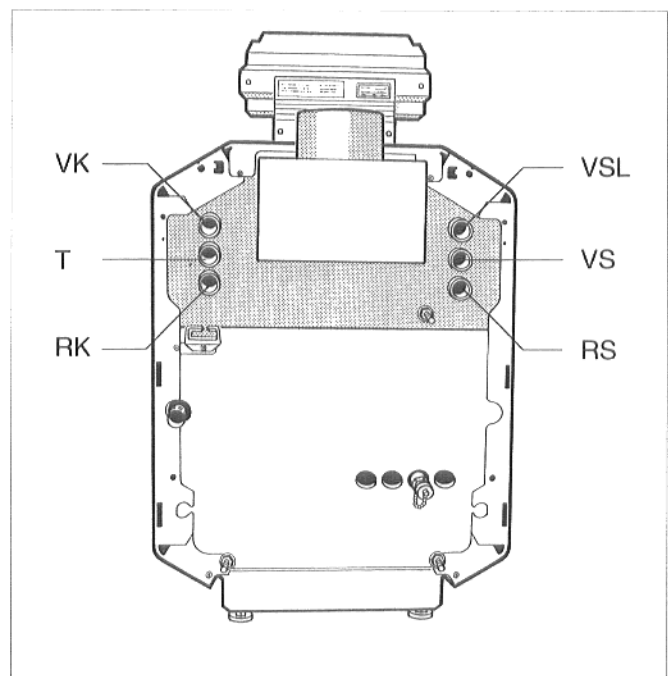
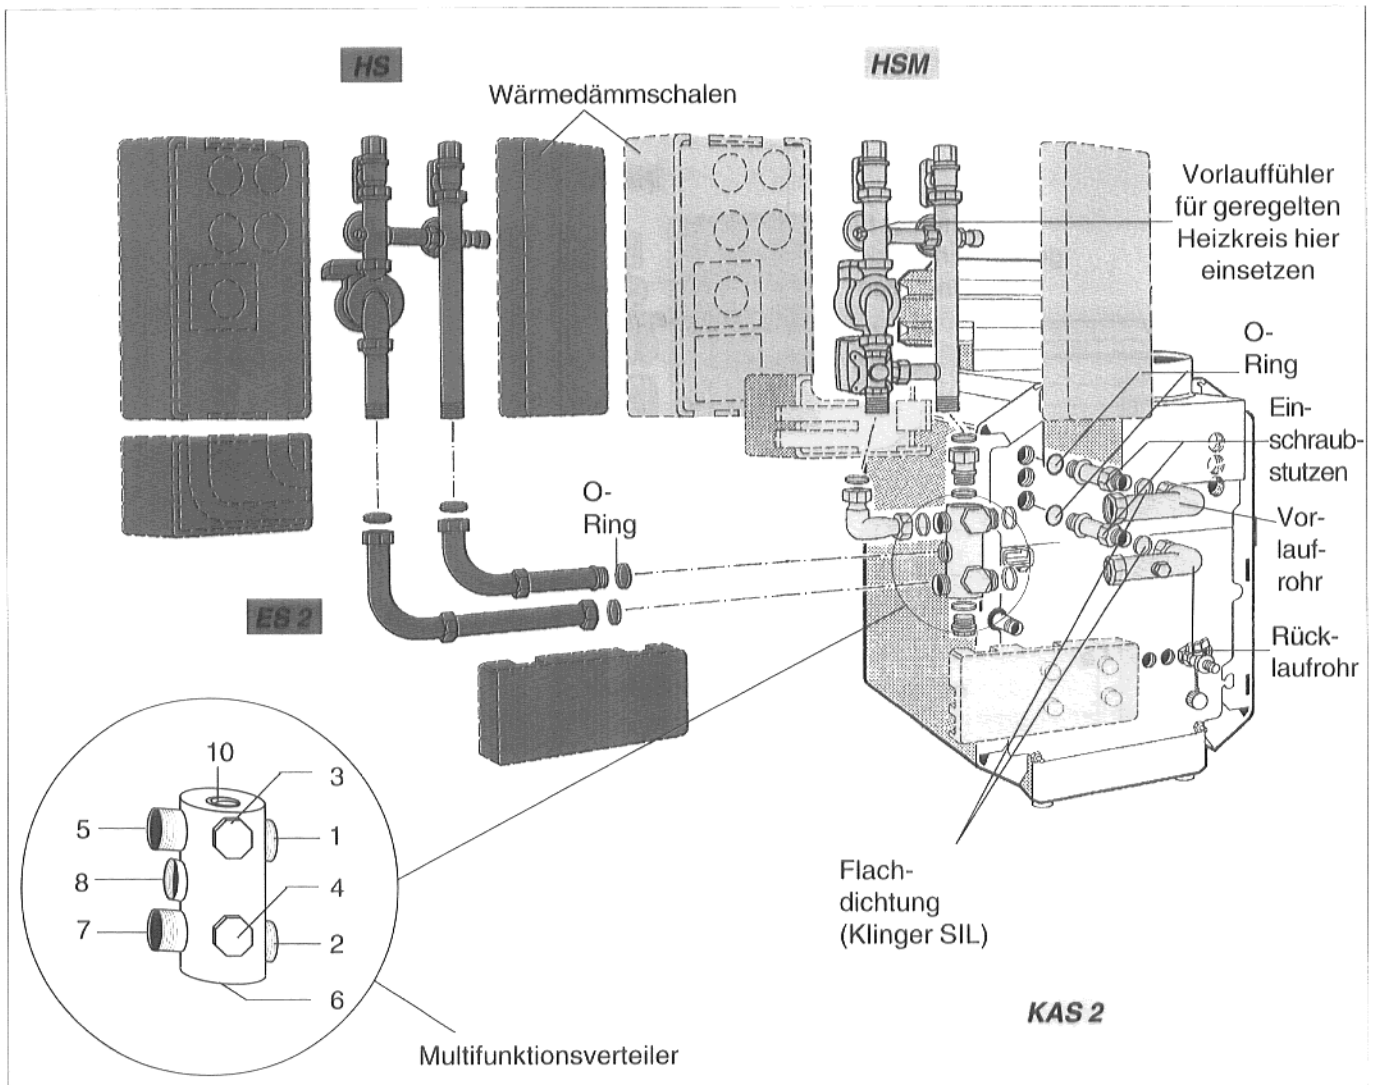

Abb. 2 Rückansicht; Anschlüsse wie Lieferzustand
Abb. 7 Seitlich Rechtsanbau; Heizkessel-Anschluß-Set mit Multifunktionsverteiler, Heizkreisset mit / ohne Mischer am Heizkessel G134
1. Wie im Lieferzustand vorgesehen nach Abb. 2.
Legende zu Abb. 2 und 3:
Die Anschlüsse am Heizkessel sind entsprechend Abb. 2 umzubauen! (Lieferzustand, Umbau nur bei Linksanbau)
**Die Anschlüsse am Heizkessel sind entsprechend der Abb. 2 zu montieren (Lieferzustand). Die Numerierung der Anschlüsse am eingebauten Multifunktionsverteiler muß unbedingt mit der Numerierung in Abb. 7 übereinstimmen, sonst stimmen die Vor- und Rücklaufanschlüsse von der Kesselseite mit der Heizkreisseite nicht überein!**
- Alle Verschraubungen auf Dichtheit prüfen. Wärmedämmschalen entsprechend Abb. 7 von beiden Seiten auf den Multifunktionsverteiler, das Ergänzungs-Set und das Heizkreis-Set aufschieben.